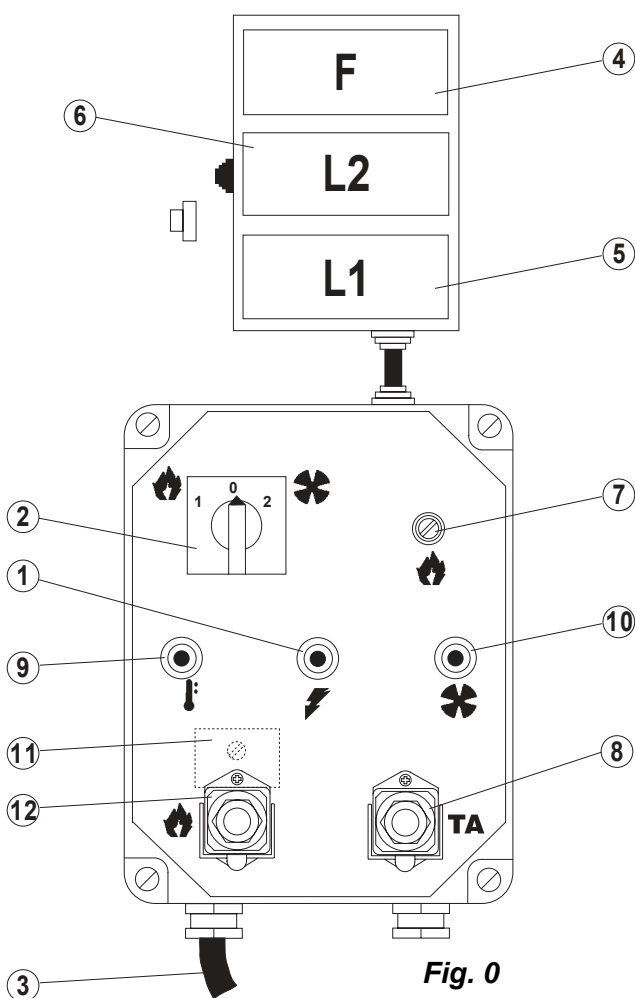

Fig. 0
Il termostato di sicurezza a riarmo manuale, TS, e il relé termico, RT, intervengono arrestando il funzionamento del generatore: il primo se la temperatura della camera di combustione supera il valore limite preselezionato [la lampada 9 (Fig. 0) si illumina], il secondo se l'assorbimento di corrente elettrica del motore del ventilatore supera il valore limite [la lampada 10 (Fig. 0) si illumina]. Se uno di questi dispositivi di sicurezza interviene, si deve sempre ricercare la causa dell'intervento ed eliminarla prima di premere il rispettivo pulsante di riarmo e avviare il generatore (cfr "INCONVENIENTI DI FUNZIONAMENTO, CAUSE E RIMEDI"). Il termostato di sovratemperatura, TSS, invece, interviene spegnendo il generatore d'aria calda se il flusso d'aria che raffredda la camera di combustione è insufficiente: il generatore si riavvia automaticamente non appena la temperatura diminuendo raggiunge il valore limite di sicurezza.
- l'eventuale collegamento del termostato ambiente o di altri accessori dell'impianto (come ad es., l'orologio) il cui cavo elettrico deve essere inserito nel quadro elettrico del generatore attraverso la presa 8 (Fig. 0) e collegato ai morsetti della morsettiera (cfr. SCHEMA ELETTRICO).
- Ponete il commutatore 2 (Fig. 0) sulla posizione "O" e collegate il generatore alla rete elettrica (fate riferimento alla targhetta dei dati per le specifiche elettriche).
- Se il generatore viene azionato con il controllo manuale, ponete il commutatore 2 (Fig. 0) sulla posizione . La camera di combustione si avvierà e, dopo un breve periodo di preriscaldamento della camera, il ventilatore principale verrà azionato.
- Se il generatore viene azionato con il controllo automatico, impostate sul dispositivo di controllo prescelto il valore della temperatura desiderato e ponete il commutatore 2 (Fig. 0) sulla posizione . In questo modo il generatore si avvierà e si arresterà automaticamente.
- Se azionato manualmente: ponete il commutatore 2 (Fig. 0) sulla posizione "O"; se azionato automaticamente: spengete il dispositivo di controllo.
Per far funzionare il ventilatore, ponete il commutatore 2 (Fig. 0) sulla posizione .